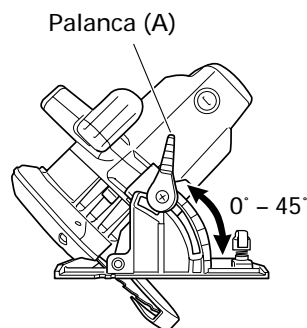

Fig. 11
Tal como se muestra en la Fig.11, aflojando la palanca (A) de la escala de bisel, es posible inclinar la cuchilla de la sierra hasta un ángulo de 45° con respecto a la base.